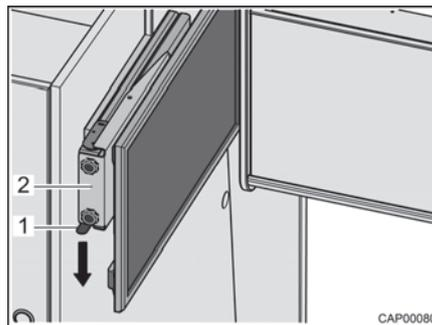

Fig. 29 Dispositivo de extracción con pantalla plana
- Presionar el resorte de cierre (Fig. 29,1) hacia abajo y extraer el dispositivo de extracción (Fig. 29,2) con pantalla plana horizontalmente hacia el centro del vehículo.
- Empujar el dispositivo de extracción (Fig. 29,2) con pantalla plana horizontalmente hasta el tope. El resorte de cierre (Fig. 29,1) engatillará audiblemente.